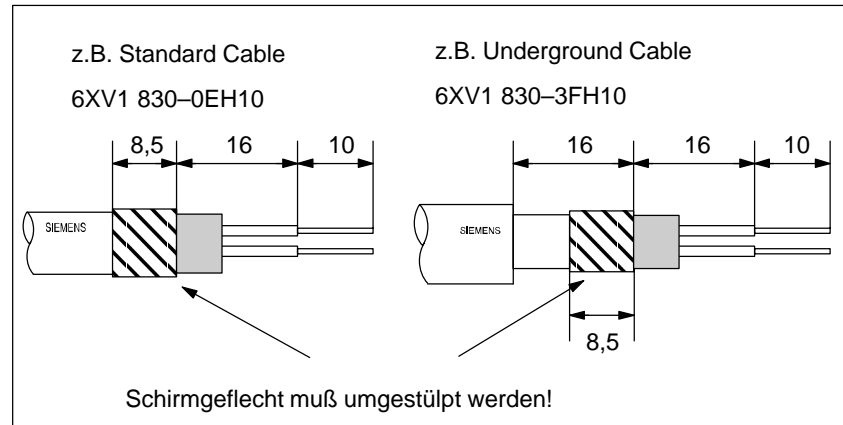

Bild 5-10 Länge der Abisolierungen für den Anschluß am PROFIBUS Terminator
2. Isolieren Sie das PROFIBUS-Buskabel gemäß Bild 5-10 ab.